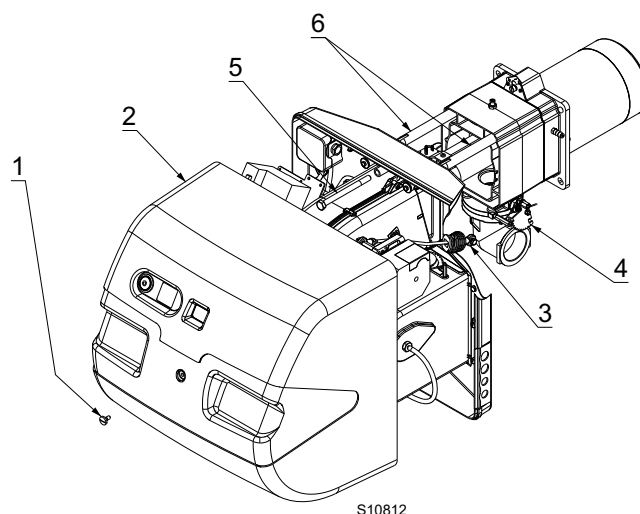

Fig. 34
- Retirer la vis 1) et extraire le capot 2)(Fig. 34).
- Décrocher la rotule 3) du secteur gradué 4)(Fig. 34).
- On peut alors extraire le distributeur de gaz 7) après en avoir retiré la vis 8)(Fig. 34).